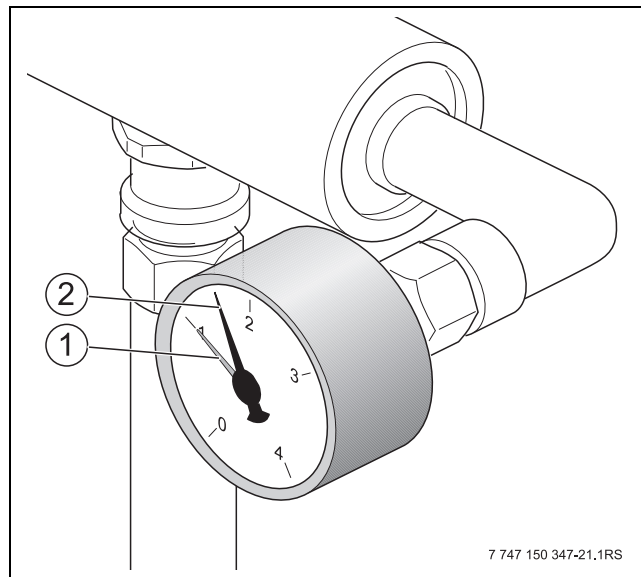

Fig. 4 Manomètre
- ▶ Si la pression diminue après la purge (voir position de l'aiguille rouge du manomètre → fig. 4, page 8), il faut rajouter de l'eau.